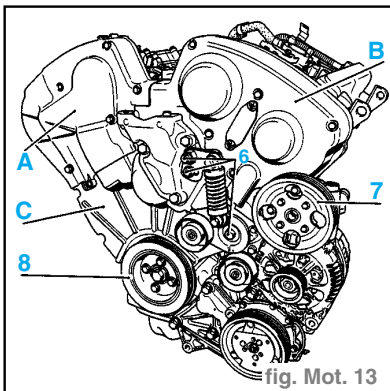
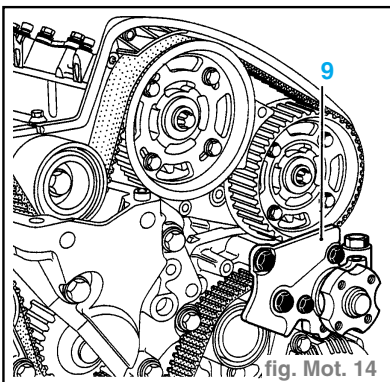

fig. Mot. 13
fig. Mot. 14
- Déposer (fig. Mot. 13) :
- le tendeur dynamique de courroie accessoires en (6),
- la poulie de pompe de direction assistée (7),
- les carters de distribution (A) et (B),
- la poulie de vilebrequin (8),
- le carter inférieur de distribution (C),
- la carter tôle (9). (fig. Mot. 14)